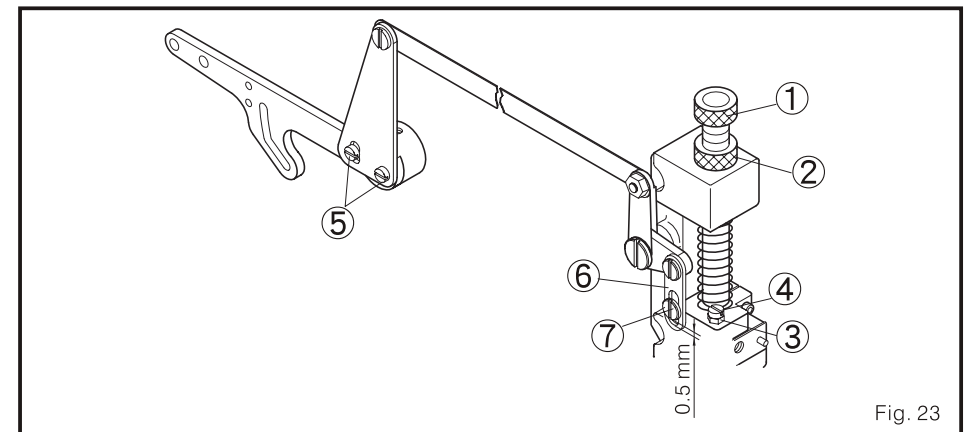

Fig. 23
2. Ajusta o espaço de forma que isto seja 0.5 mm. (1) Como é mostrado na Fig. 23 solte a porca 3 e ajuste o parafuso 4 para fazer que a distância entre os rolos seja 0.5 mm. Depois, ajuste fortemente a porca 3.